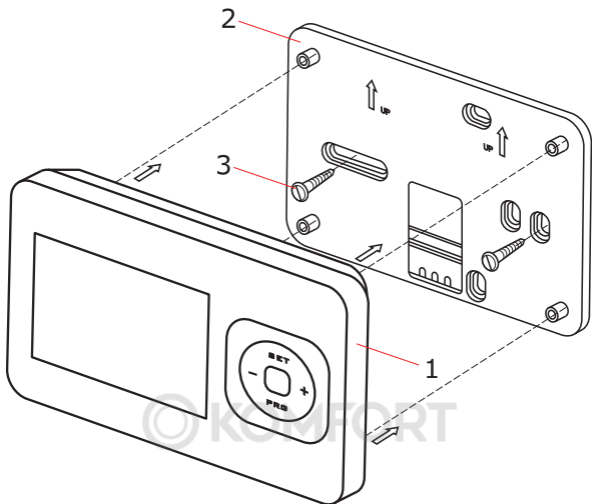

Рис.1 Установка терморегулятора на стену.
5.2.1. Перед установкой терморегулятора (1) на стену, отверткой отсоедините его от основания (2) (Рис.1).